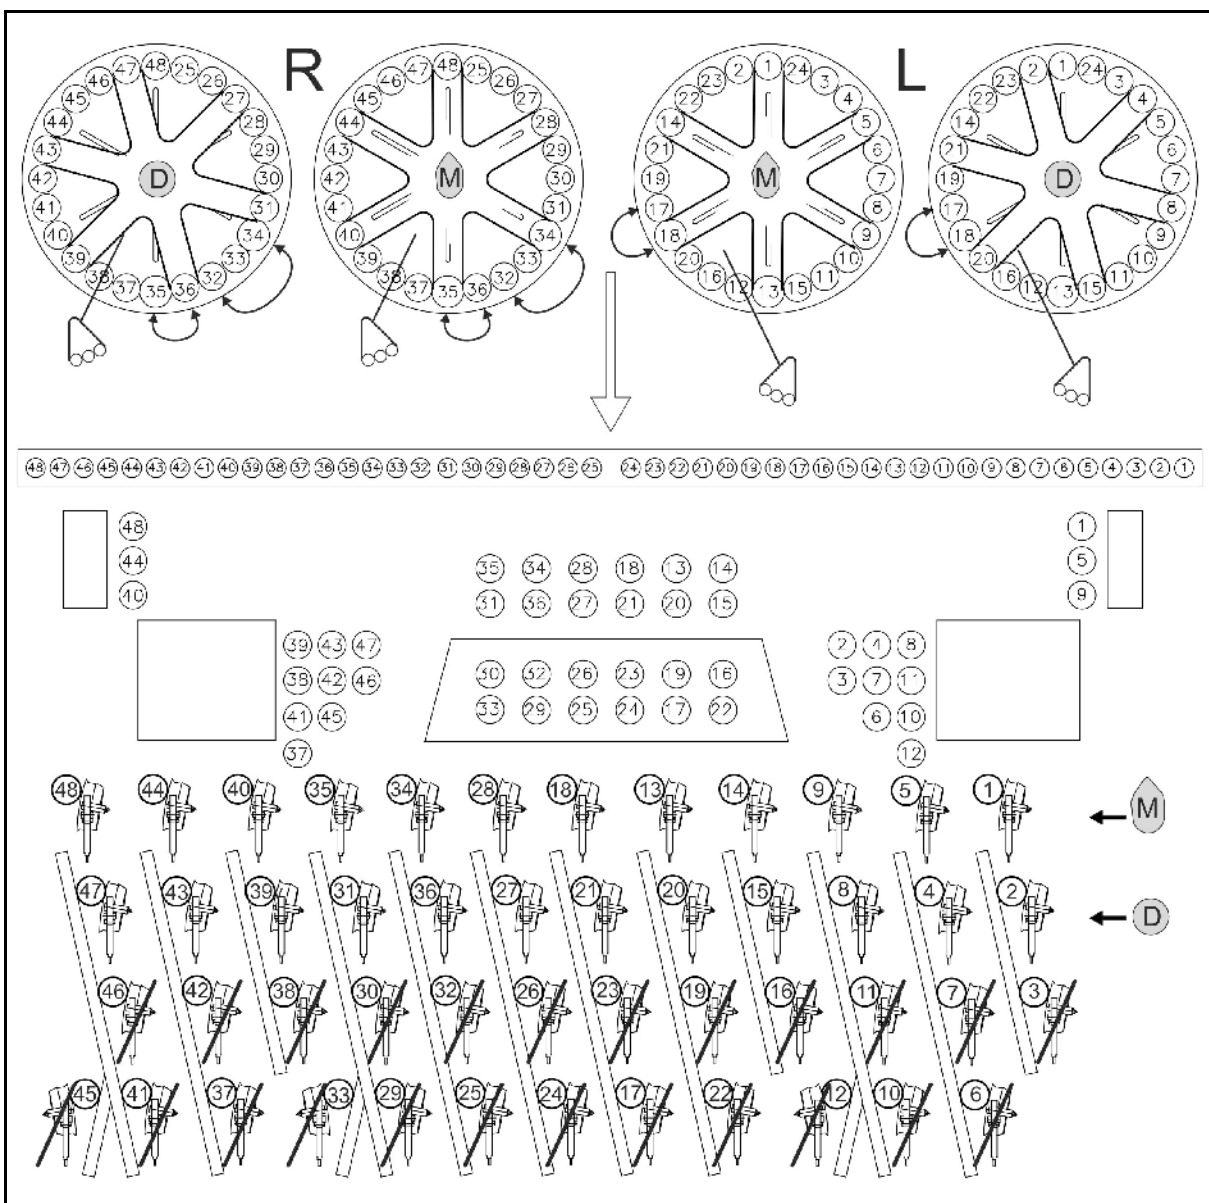

Рис. 36
- Кукуруза **M**: установите заглушки согласно Рис. 36
- Удобрения **D**: установите заслонки согласно Рис. 36